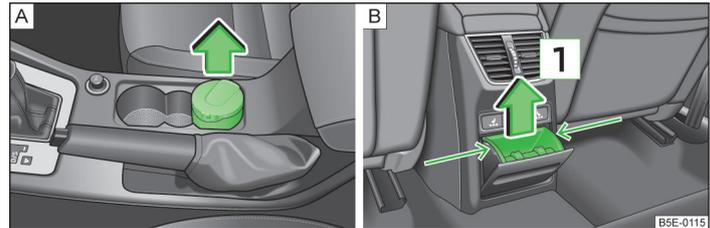

Abb. 65 Aschenbecher: vorn / hinten
- Den Aschenbecher » Abb. 65 - [A] in Pfeilrichtung herausnehmen.
► Den Einsatz im mit Pfeilen gekennzeichneten Bereich fassen und in Pfeilrichtung **1** » Abb. 65 - **B** herausnehmen.